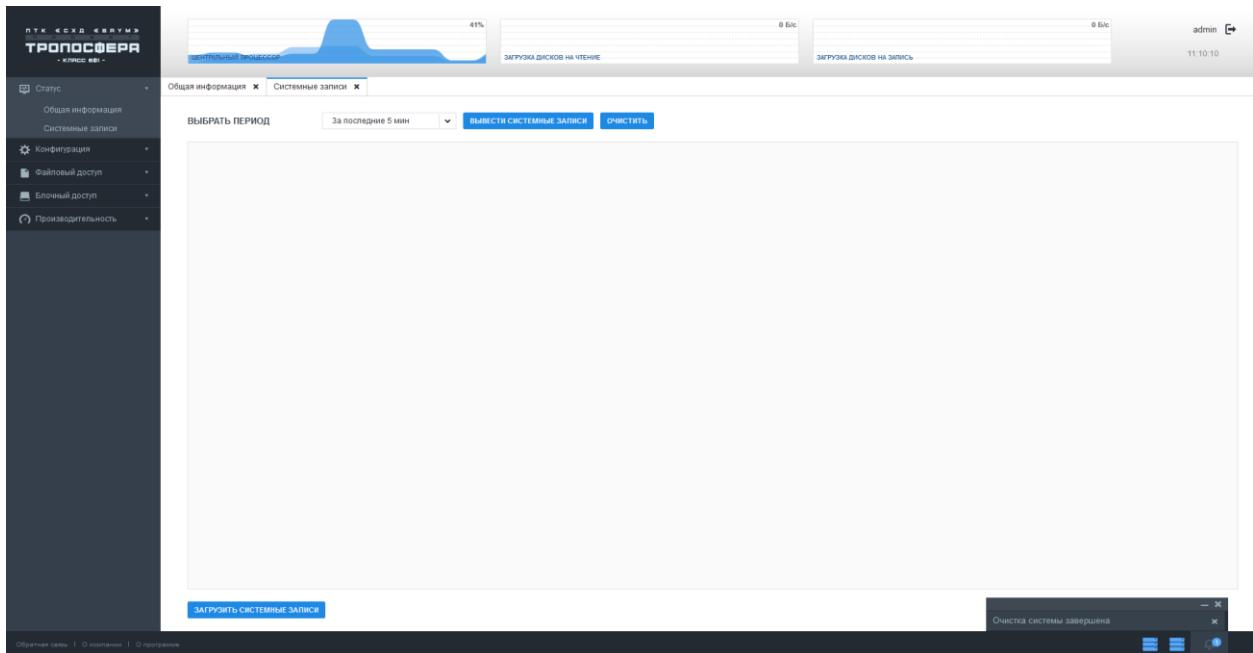

Рисунок 81 – Вывод системных записей
- 1) Перейти на вкладку «Статус» → «Системные записи» (см. Рисунок 81).